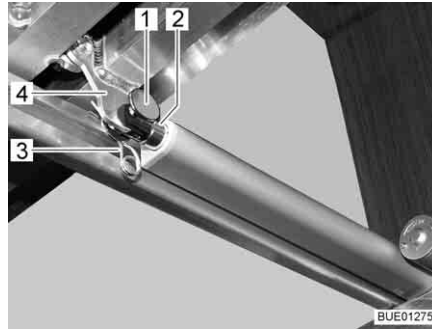

Fig. 133 Accionamiento
- Separar la unión (p. ej. perno y pasador elástico (Fig. 133,1 y 3)) entre la biela (Fig. 133,2) y el somier (Fig. 133,4).